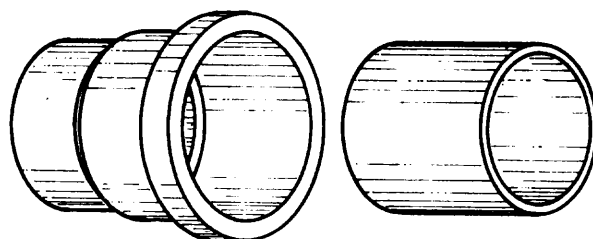

Fig. 1
1. Con espiga y campana para juntas emplomadas (fig. 1).